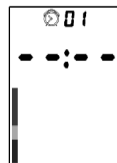

Fig. 4
1. Con il dispositivo in standby, premere il pulsante "F" due volte per entrare nella modalità di allarme 01 (Fig. 4);